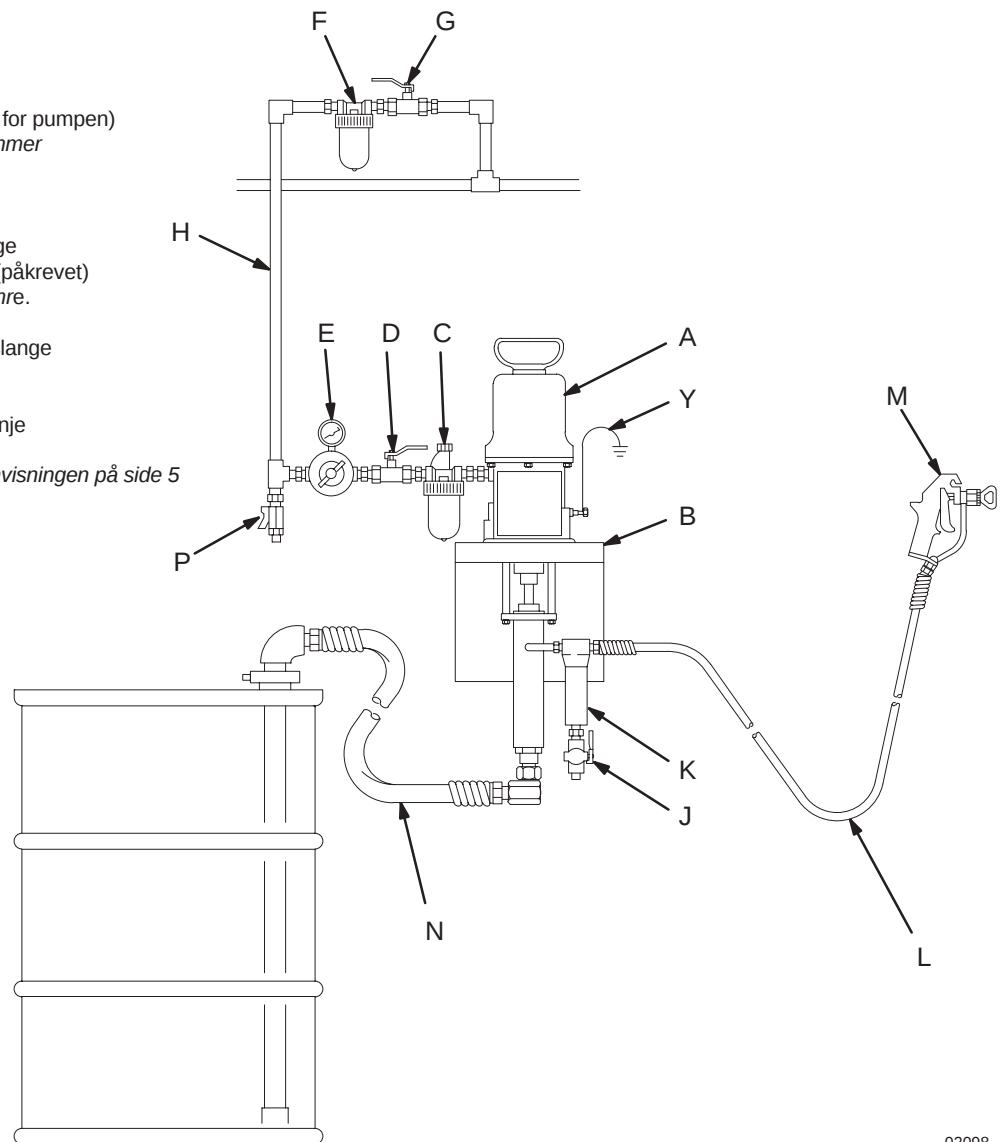

Fig. 2
- Fig. 2 er kun en veiledning for valg og installasjon av deler og tilbehør i systemet. Henvend deg til din Graco-forhandler for å få hjelp til å skreddersy et system som passer til ditt spesielle formål.
Monter følgende tilbehør i rekkefølgen som er vist i Fig. 2. Bruk adaptere der det er nødvendig:
Sprøyter væsken. Pistolen som er vist i Fig. 2 er en høytrykkspistol.
1. Sørg for at luftregulatoren (E) og sikkerhetsluftventilen (D) er stengt. Se Fig. 2 på side 6.
2. Koble en sugeslange (N) til pumpens væskeinntak, eller senk pumpen ned i en væskebeholder.
3. Hold en av pistolens metalleder (M) med god kontakt mot siden av et jordnet metallspann og hold avtrekkeren åpen.
4. Åpne pumpens sikkerhetsluftventil (D).
5. Åpne luftregulatoren (E) sakte helt til pumpen starter (ca. 0,28 MPa; 2,8 bar).